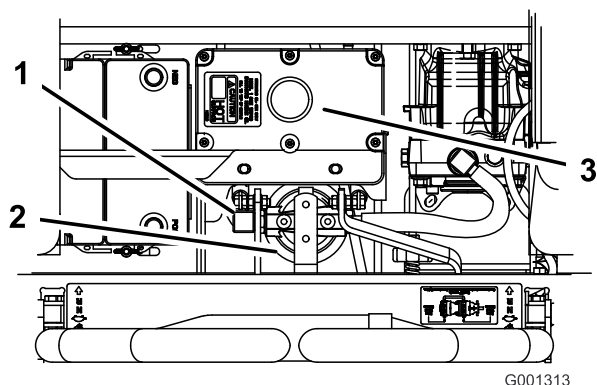

Bild 67
4. Nehmen Sie den rechten Hydraulikschlauch ab, der im Adapter endet (Bild 67).
6. Montieren Sie den rechten Hydraulikschlauch am Adapter (Bild 67).